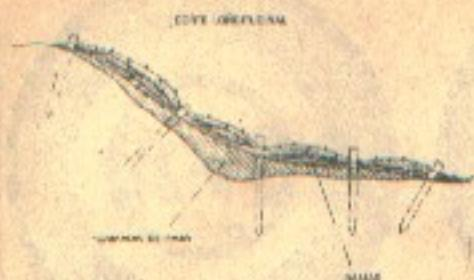

Fig. 3
**Tipo II.** (Figs. 3 y 4). Se utiliza cuando la cabecera es vertical y no está empastada. Se suaviza la inclinación de los taludes con pendientes, 6:1 para cuencas mayores de 2 há. Luego se recubre el fondo y los taludes con capas de paja, ramas y hojarasca. Se clavan estacas separadas 60 cm. y se les amarra con alambre grueso, al enterrar las estacas se comprime el material acondicionado en el fondo.